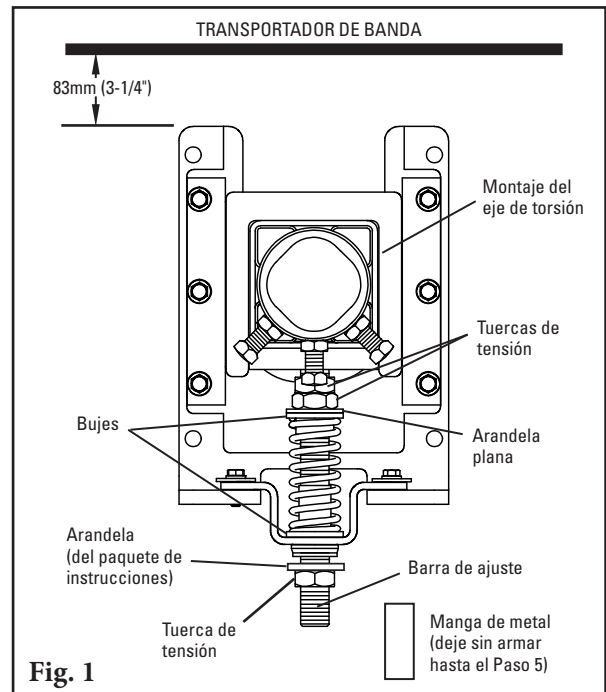

Fig. 1
- 1. Configure de nuevo el tensor estándar al estilo de empuje.** Retire las 3 tuercas de tensión, la arandela plana, los 2 bujes, el resorte, la manga y el soporte de sombrero; arme de nuevo (Fig. 1) con 2 tuercas de tensión, la arandela plana, 2 bujes, el resorte y el soporte de sombrero en el extremo superior de la barra de ajuste. Agregue la arandela (del paquete de instrucciones) y la 3ra tuerca de tensión en la parte inferior de la barra de ajuste.
- 2. Instale las bases de montaje del tensor.** Coloque las bases en la estructura o chute de manera que las partes superiores de las patas de la base estén a 83 mm (3-1/4") debajo de la banda (Fig. 1).
1. **Kit de guía de desensamblable.** Quite las tuercas y arandelas de ambos lados del tensor (Fig. 1).